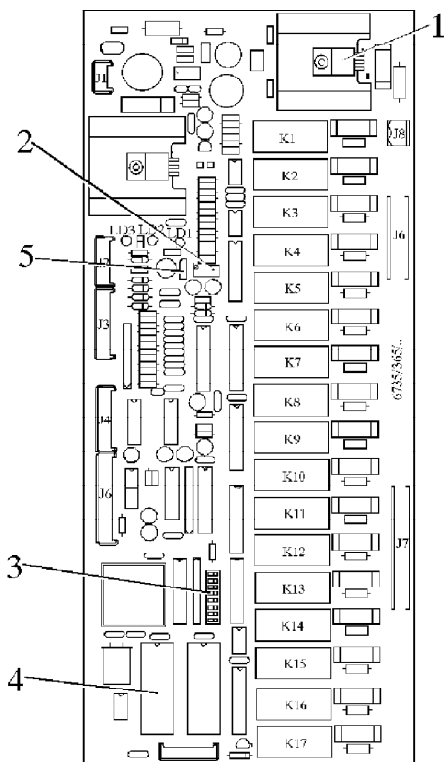

Fig. 18
Al centro de la tarjeta (ver Fig. 18) está colocada una serie de ocho minidip (3) que permiten configurar la tarjeta para el uso en las diferentes versiones y en diferentes países y un conector puente (5) que permite configurar la tarjeta para el uso en los modelos Instant o Expreso.